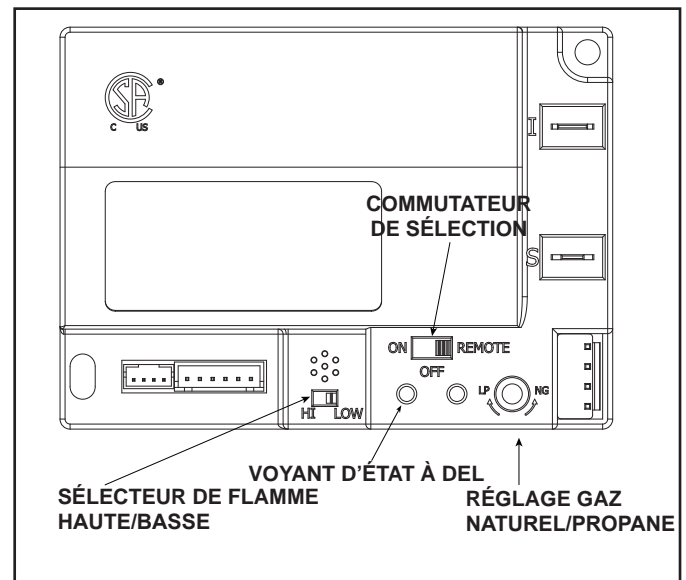

Figure 2.6. Module de commande
1. Le module de commande est équipé d'un sélecteur EN/HORS/À DISTANCE (ON/OFF/REMOTE) qui doit être réglé. Voir figure 2.6.
2. Si un interrupteur mural câblé est utilisé quand le mode À DISTANCE (REMOTE) du module est activé, la hauteur des flammes peut être réglée au moyen du commutateur HAUT/BAS (HI/LOW) du module. Voir figure 2.6. Notez que le sélecteur de flamme HAUT/BAS est désactivé une fois la télécommande facultative (RC200/RC300) programmée pour utiliser le module de commande. Notez que le module de command allume toujours le foyer sur HAUT (HI) et continue à utiliser ce réglage pendant les 10 premières secondes de fonctionnement. Si le commutateur HAUT/BAS (HI/LO) est sur la position BAS (LO), la hauteur des flammes deviendra automatiquement minimum après 10 secondes. Une fois ces 10 secondes écoulées, la hauteur de la flamme peut être ajustée entre HAUT (HI) et BAS (LO) au moyen du commutateur.